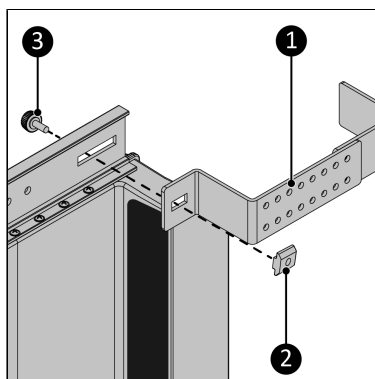

Figure 184.
- Vissez le support (Figure 184, pos. 1) au rail principal situé à l'avant au moyen de la vis à bouton (Figure 184, pos. 3). Veillez à raccorder la vis à bouton à l'écrou coulissant (Figure 184, pos. 2).